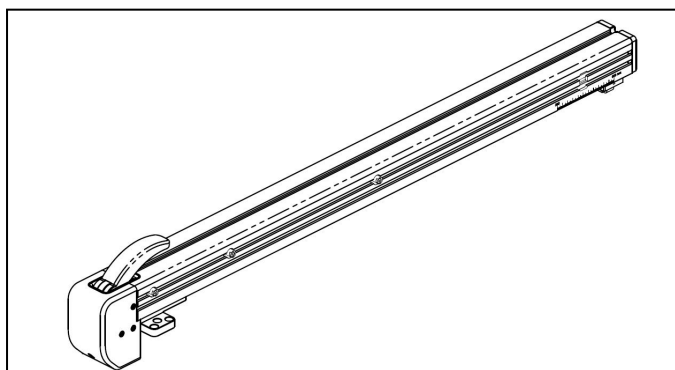

图 9-2
- (1) 准备一个新的轴承 6003-2Z (GB/T 276)。
- (2) 按章节 7.1 (1) 操作，拆下靠山本体组件，如图 9-2。